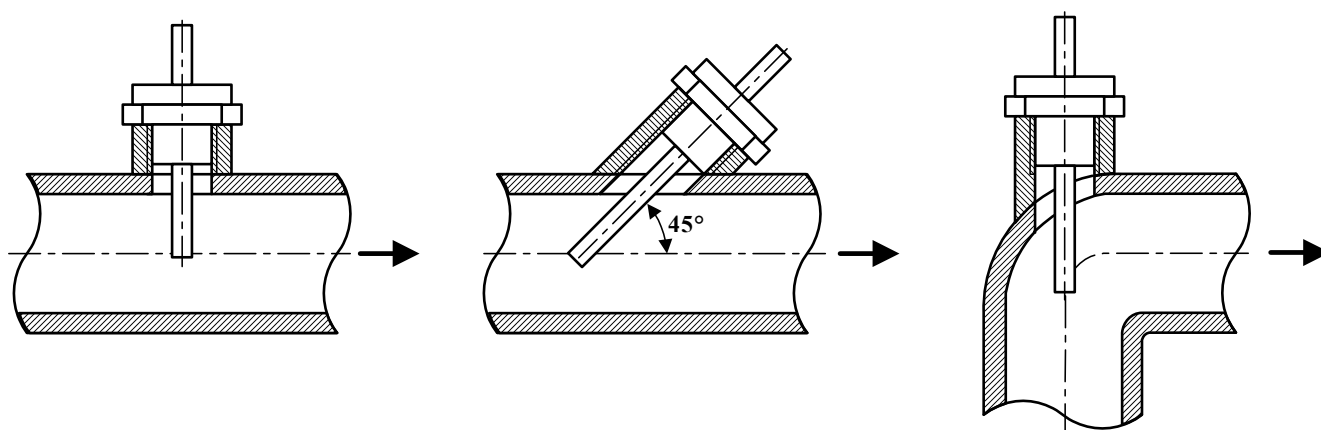

Рис. 2. Способы установки ПТ.
3.3.2. ПТ в подающем и обратном трубопроводах должны быть смонтированы одинаковым образом: либо перпендикулярно к оси трубопровода, либо наклонно навстречу потоку жидкости, либо в колено трубопровода навстречу потоку жидкости (рис.2).
Штуцер приваривается к трубопроводу таким образом, чтобы отверстие в штуцере и трубопроводе совпадали. Наклонный штуцер приваривается в таком положении, чтобы ПТ устанавливался навстречу потоку жидкости (рис.2). При сварке обращать внимание на сохранность внутренней резьбы штуцера.